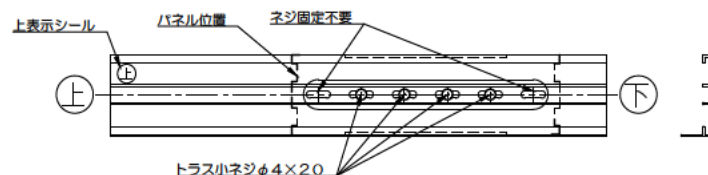

図14. 付子とパネルの固定(800<目かくしh≤1200の場合)
(1) 表2にて固定本数を確認後、付子の長穴加工の端部以外とパネルをトラス小ネジφ4×18で固定してください(図14)。